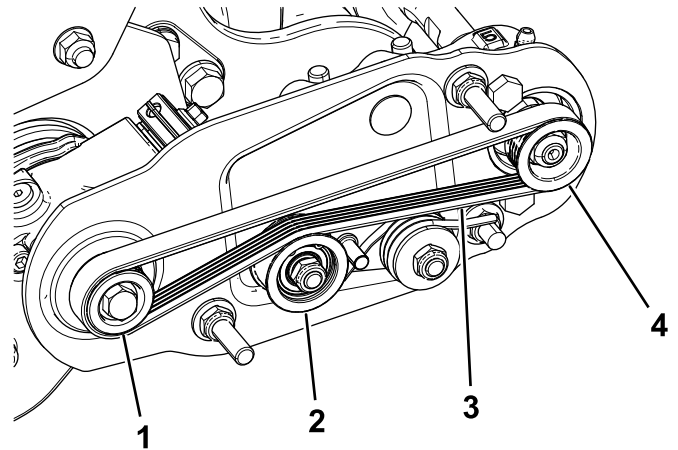

图14
- 先缠绕驱动皮带轮周围的皮带然后再缠绕怠轮皮带轮顶部上方的皮带 图14。